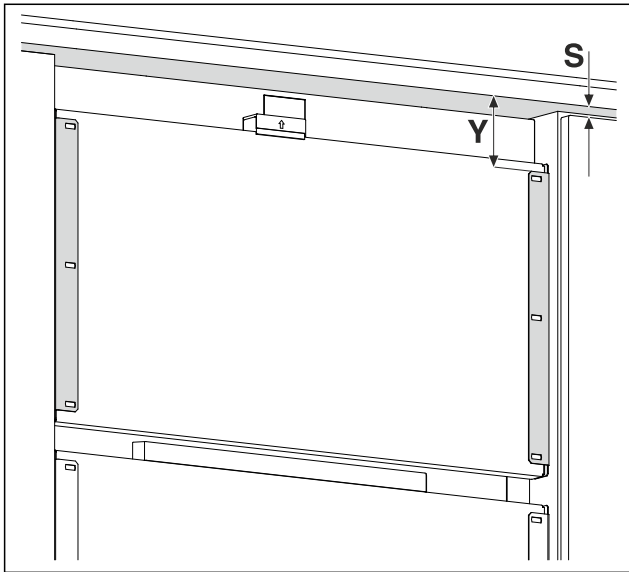

Fig. 16 Beispielhafte Darstellung
- ▶ Abstand Fig. 16 (Y) von Unterkante Möbelfront zum Haltewinkel messen.
- ▶ Spaltmaß Fig. 16 (S) von Unterkante Möbelfront auf obere Kante Möbeltür messen.